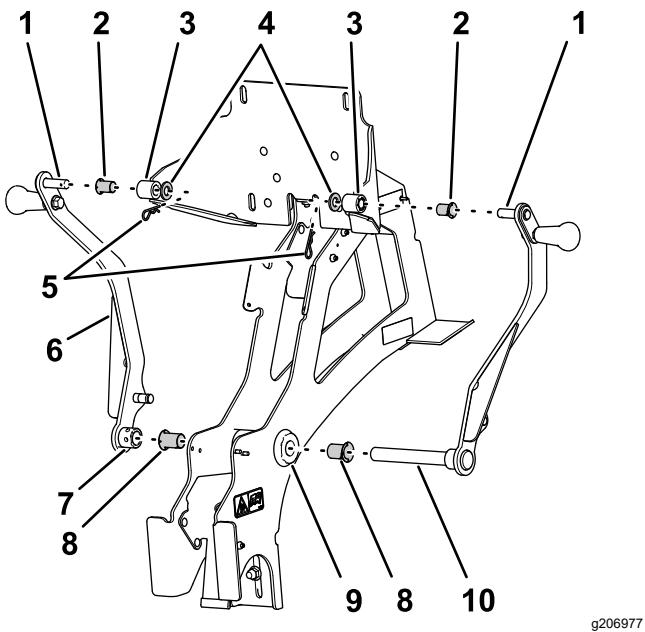

Figura 17
1. Introduzca un casquillo con brida (3/4" D.I.) en cada extremo del tubo de pivote del bastidor principal (Figura 17).
2. Introduzca un casquillo con brida (½" D.I.) en los cubos izquierdo y derecho de la chapa trasera (Figura 17).
3. Instale el pasador de giro inferior del brazo de sujeción de la derecha a través del casquillo con bridales en el lado derecho del tubo de giro y el pivote (Figura 17).
4. Instale el pasador de giro superior del brazo de sujeción de la derecha a través del cubo derecho de la chapa trasera (Figura 17).
5. Sujete el pasador de giro superior a la chapa trasera con una arandela (½") y una chaveta (Figura 17).
6. Instale el cubo del brazo de sujeción izquierdo sobre el extremo del pasador de giro inferior del brazo de sujeción de la derecha que sobresale a la izquierda del casquillo con bridales de la izquierda en el tubo de giro (Figura 17).
7. Instale el pasador de giro superior del brazo de sujeción de la izquierda a través del cubo izquierdo de la chapa trasera (Figura 17).
8. Sujete el pasador de giro superior del brazo de sujeción de la izquierda a la chapa trasera con una arandela (½") y una chaveta (Figura 17).